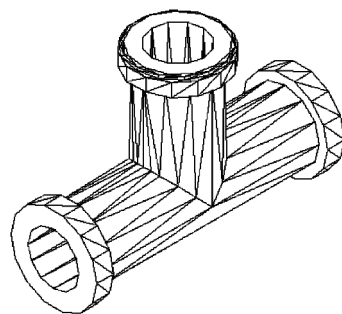

图 12-46 绘制的空心圆柱体
3) 单击【实体编辑】选项板 | 【差集】按钮, 选中外面的圆柱体, 按回车键, 再选中里面的两个新绘制圆柱体为剪切的实体, 按回车键。单击【视图】功能区 | 【视觉样式】选项板 | 【隐藏】按钮, 隐藏看不到的线段, 如图 12-46 所示。